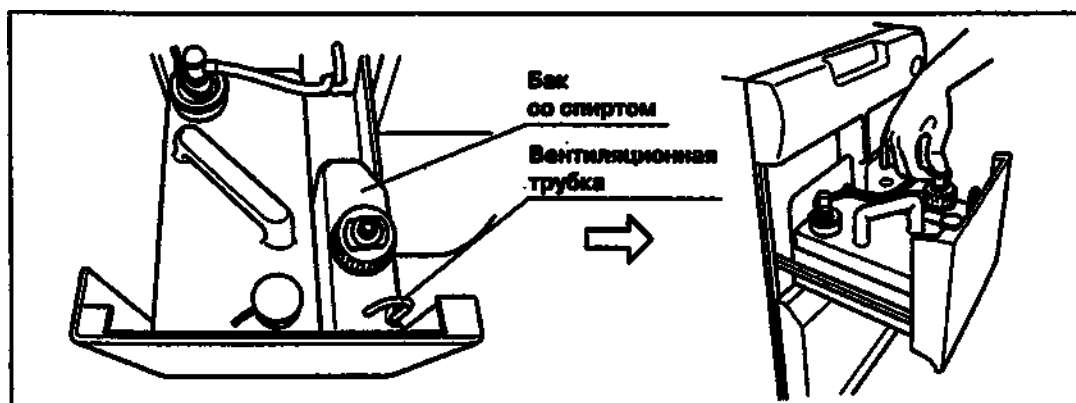

Рис. 4.67
6. Присоедините крышку к впускному отверстию на баке со спиртом и убедитесь в отсутствии протечек 70% раствора этилового спирта за пределы бака. Поместите бак с 70% раствором этилового спирта на лоток для моющего раствора/спирта OER- присоедините трубку, которая изначально была присоединена к крышке (см. рис. 4.67).